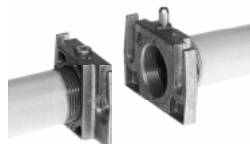

Рис. 28
3. Установить Мультиблок между резьбовыми фланцами (Рис. 28)